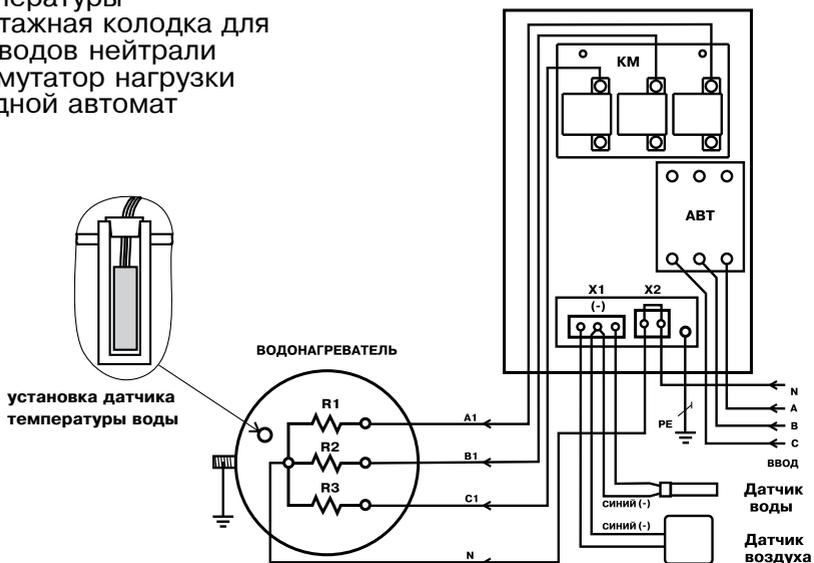

Рис.2 Схема подключения панели управления
5.2. Эксплуатация панели должна осуществляться только при условии ее подключения в соответствии со схемой подключений (Рис.2).
6.3. Подключить панель к питающей сети кабелем соответствующего сечения исходя из номинальной мощности электроводонагревателя согласно схеме подключений Рис.2 настоящего паспорта. Если используется одножильный медный провод, то необходимо тщательно зачистить и облудить присоединяемые концы. При использовании многожильного кабеля его концы необходимо тщательно зачистить и обжать контактными наконечниками.
Во избежание искрения, места присоединения проводов необходимо тщательно затягивать. Ввод кабелей и проводов осуществляется с учетом сохранения степени защиты панели. При подключении панели ПУ ЭВТ-И1 к однофазной сети переменного тока необходимо соединить вместе клеммы А,В,С вводного автомата и подключить их к фазному проводу питающей сети. Нулевой провод питающей сети подключается согласно схеме Рис.2.
6.4. Установить датчик температуры воды, выполненный в виде гильзы из нержавеющей трубки, в специальное герметичное отверстие в водонагревателе. Для этого необходимо извлечь защитную пробку из отверстия, поместить в него датчик до упора и зафиксировать его пробкой, входящей в комплект датчика, (см.Рис.2). Датчик температуры воздуха необходимо установить в помещении на высоте 1.4 - 1.5 м от пола, исключив прямое воздействие на него потоков воздуха от нагревательных приборов, вентиляторов и т.д.. Нагрев корпусов датчиков при монтаже не должен превышать их максимальную рабочую температуру. Подключить датчики к монтажной колодке Х1 в соответствии со схемой Рис.2, обращая особое внимание на полярность датчиков. Провода датчиков синего цвета, помеченные знаком (-) подключаются на среднюю клемму колодки Х1. Датчики подключаются медными проводами сечением 0.5- 0,75 кв.мм необходимой длины. При длине провода более 10 метров желательно использовать провода свитые в пары (не более 50 метров).
6.5. Подключить панель к электроводонагревателю согласно схеме подключений Рис.2 кабелем соответствующего сечения исходя из номинальной мощности электроводонагревателя.
6.6. Выполнить заземление (защитное зануление) корпуса панели в соответствии со схемой подключений Рис.2 .